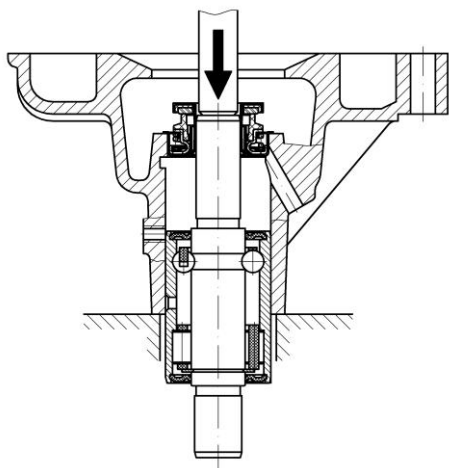

Рисунок 72. Выпрессовка подшипника
- выпрессовать из корпуса подшипник (рис.72). Выпрессовку подшипника производить на прессе или с помощью медной оправки. Для более легкой выпрессовки рекомендуется нагреть водяной насос до температуры плюс 80 °С;